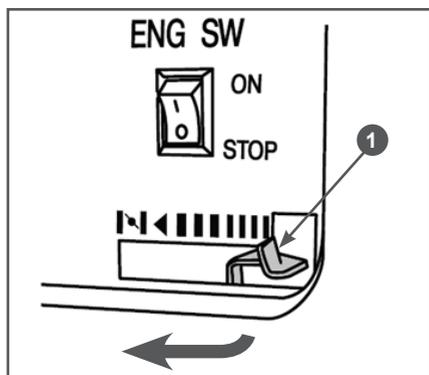

Рис. 6 Рычаг управления воздушной заслонкой
4. Для запуска холодного двигателя закройте воздушную заслонку карбюратора. Для этого переведите рычаг управления воздушной заслонкой в крайнее левое положение (Рис. 6). При запуске прогрева двигателя воздушную заслонку не закрывайте.